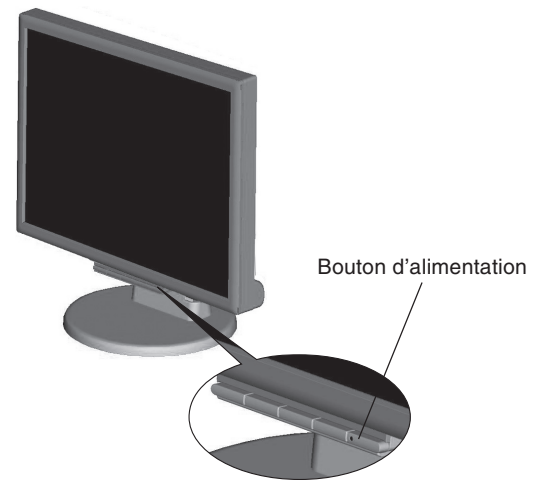

Figure C.1
- Allumez le moniteur avec le bouton d'alimentation situé à l'avant ainsi que l'ordinateur (**Figure C.1**).